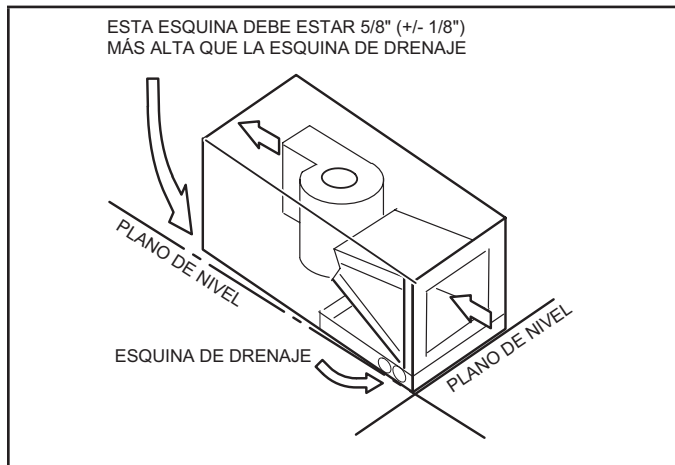

FIGURA 14. Inclinación de la unidad para un drenaje apropiado
- 3 - Coloque la unidad de modo que esté inclinada hacia el extremo del colector de drenaje de flujo ascendente y nivélela desde el extremo delantero al extremo trasero (consulte la FIGURA 14).
Asegúrese de que la unidad esté inclinada (similar a la pendiente en la FIGURA 14) de modo que el colector de drenaje se vacíe por completo sin que quede agua estancada en el colector.
- 6 - Instale una trampa de 2 pulg. en las líneas de drenaje principales (primarias) lo más cerca posible de las unidades (consulte la FIGURA 14). Asegúrese de que el extremo superior de la trampa esté debajo de la conexión al colector de drenaje para que el colector se drene por completo.
NOTA: Las secciones horizontales deben tener un respiradero (tubo vertical) antisifón instalado adelante de la sección horizontal. Ver FIGURA 14. Una sección horizontal extremadamente larga podría requerir una línea de drenaje sobredimensionada para eliminar las trampas de aire.